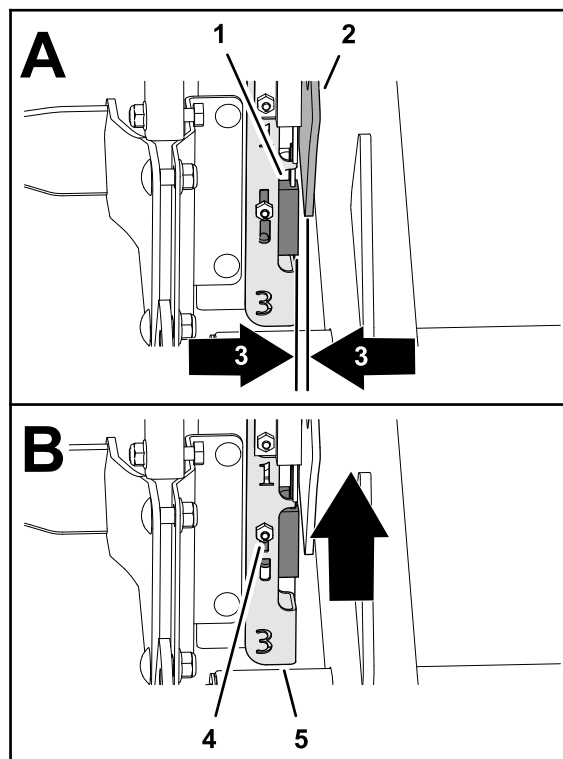

Figure 34
2. Vérifiez que le contacteur de proximité (sur l'extérieur du cadre en H) n'est pas à plus de 1,5 mm de la plaque cible (Figure 34).
4. Au besoin, desserrez le contre-écrou et le boulon de carrosserie qui fixent la plaque de montage du contacteur, montez celle-ci à la position la plus élevée puis fixez-la en (Figure 34).
5. Serrez le contre-écrou (Figure 34).